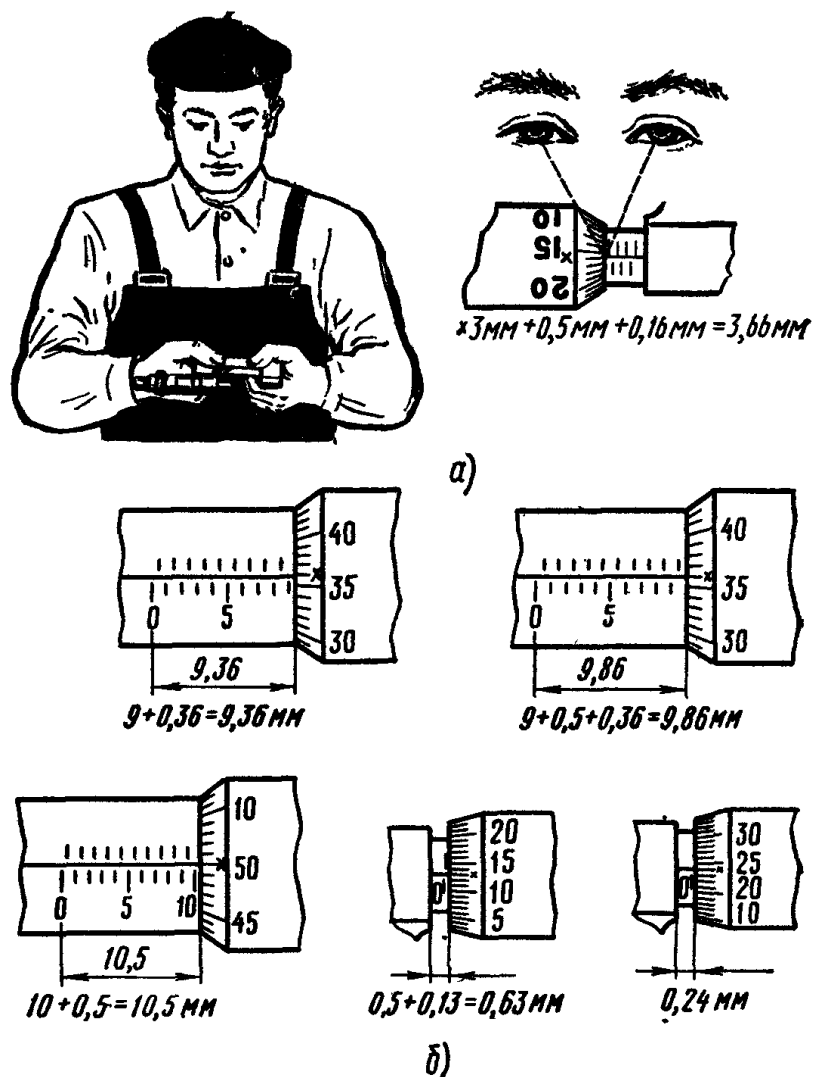

Рис. 15. Работа с микрометром:
1. при чтении показаний микрометр держать прямо перед глазами (рис. 15, *а*);
3. на рис. 15, *б* приведены примеры отсчетов.